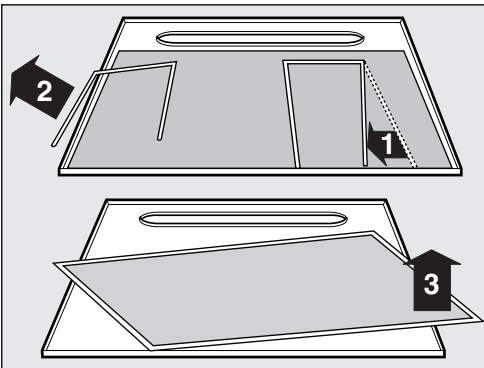

Fig. 9
- Retirar a grelha de arame e o filtro saturado, fig. 9.